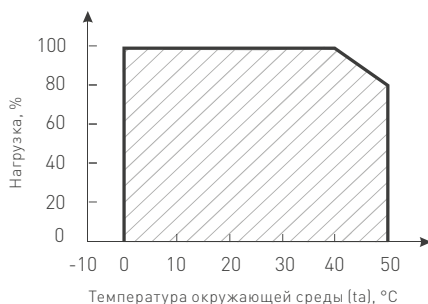

Рис. 2. Максимальная допустимая нагрузка, % от мощности источника.
- 4.3. Не нагружайте источник питания более 80% от его максимальной мощности. Учитывайте, что с повышением температуры окружающей среды максимальная мощность источника питания снижается, см. график зависимости на рис. 2.